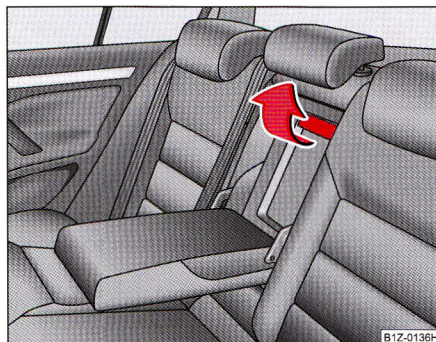

Fig. 109 Scaunele din spate: Mănerul capucului
- Trageți mânerul până la limită în sus și rabatați capacul în jos ⇒ fig. 109.